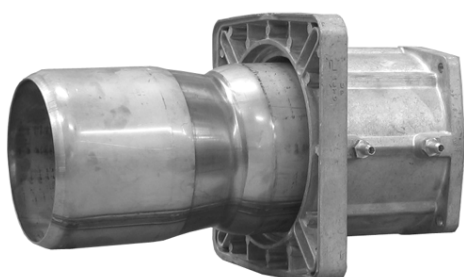

Fig. 12 - Tobera en versión corta
- 5 Extraer la tobera del botón embridado y volverla a montar por el lado opuesto, como se muestra en Fig. 12 y Fig. 13, fijándola con los tornillos extraídos anteriormente.